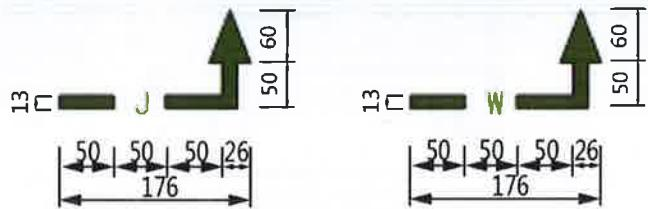

图 30 给水排水类管线标识样式及尺寸示例
7.4 给水排水类管线标识由管线符号和水流箭形组成。给水管线用字母“J”表示，排水管线用字母“W”表示。字母及箭形均为绿色 RGB (8, 119, 21)，字体为黑体。给水排水类管线标识样式及尺寸示例见图 30。